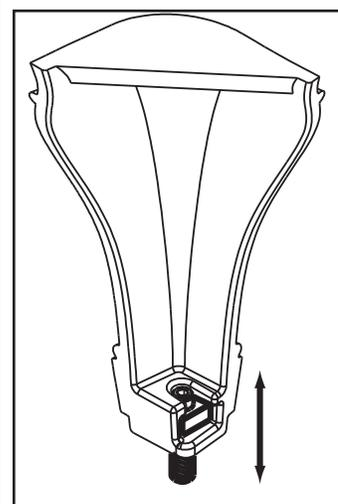

Figure 24.4
10. Utilisez une clé Allen pour ajuster les pieds à la hausse ou à la baisse (**Figure 24.4**).